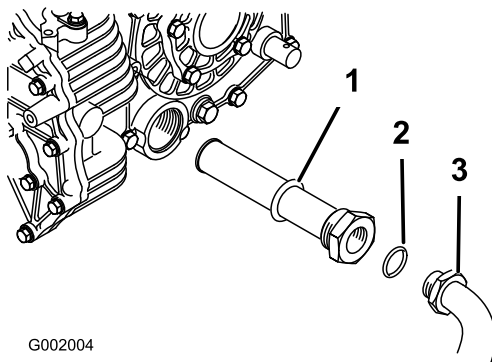

Bild 65
5. Nehmen Sie den Hydraulikschlauch und das 90° Anschlussstück ab (Bild 65).